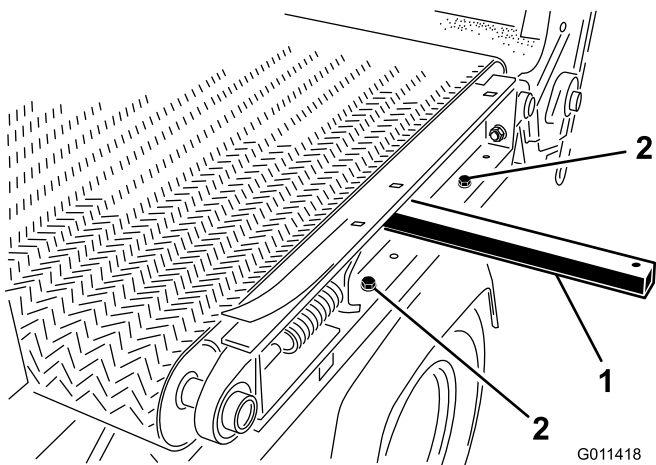

Figura 35
- 7. Remova os (2) parafusos, anilhas e porcas, do lado esquerdo da máquina, fixando a plataforma corredeira ao chassis (Figura 35).
- Insira a barra de elevação no orifício no lado esquerdo da máquina e eleve a barra de elevação para tombar a plataforma corredeira (Figura 35).